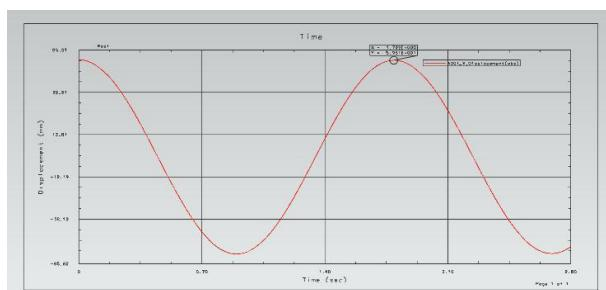

рис.58
- Представьте, что вам нужно точно определить значение измеряемой величины в конкретной точке графика на рис.58. Вызовите вторую слева пиктограмму на рис.54, а в ней команду *Режим измерения* (рис.55).